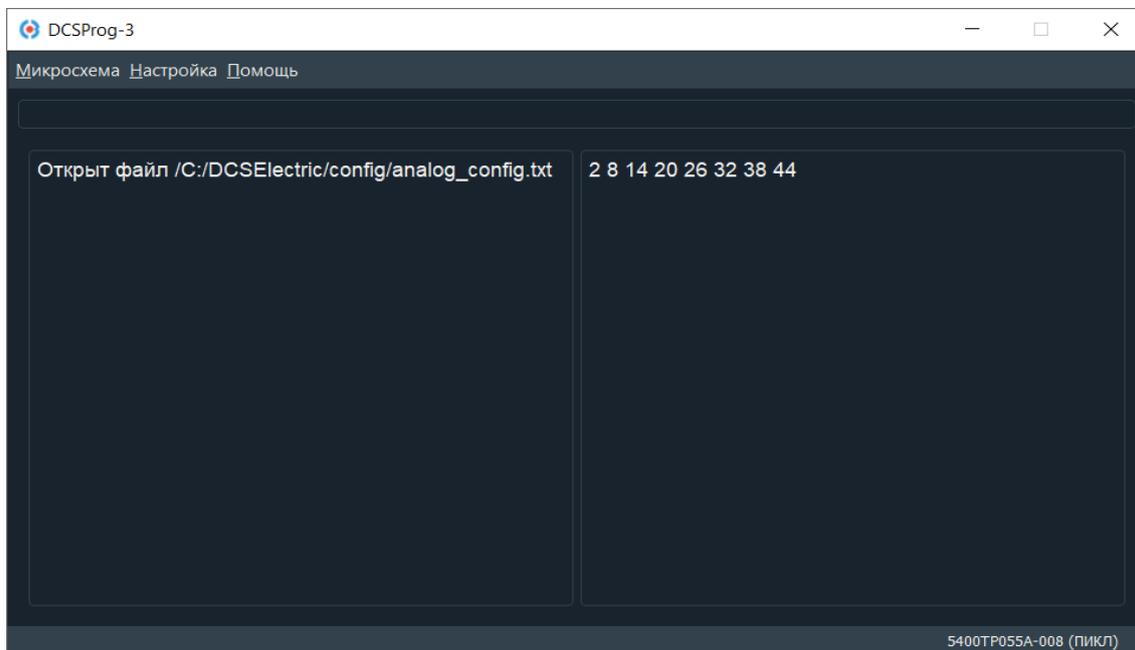

Рисунок 9. Содержание текстового файла
8. Введенные номера отобразятся на экране (Рисунок 9).